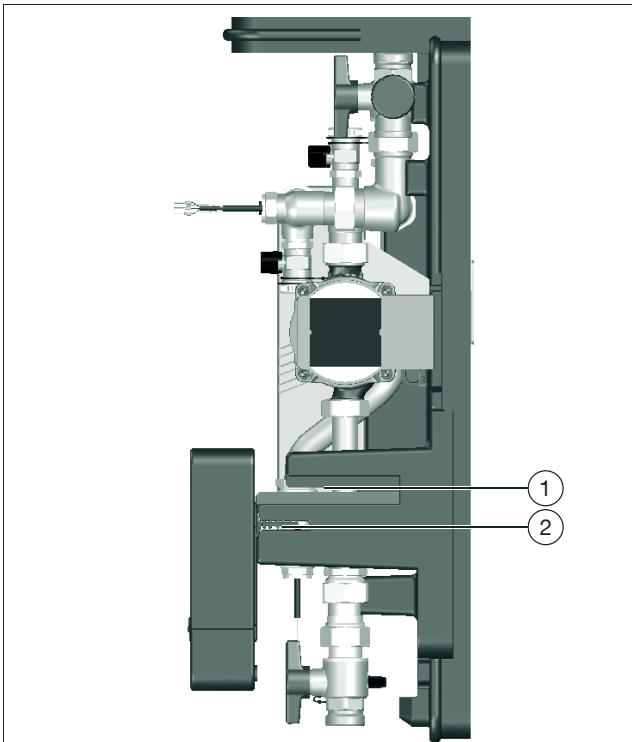

Abb. 30: Montageposition
3. Drehen Sie den Regler und fixieren Sie diesen in der Montageposition wie in Abb. 30.